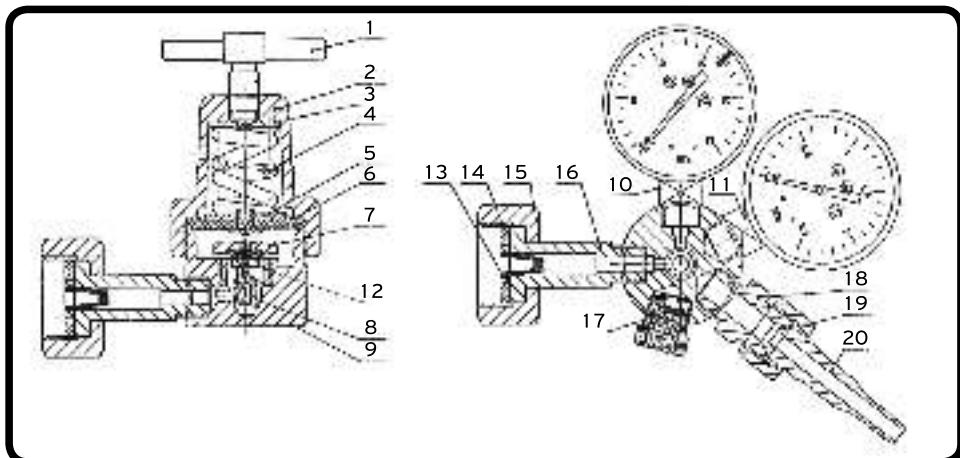

Рис. 1. Редуктор баллонный одноступенчатый КЕДР БКО-50:
- 4.1 Устройство редукторов КЕДР и способ присоединения их к источнику питания газом показаны рис. 1. Понижение давления газа в редукторе происходит путем одноступенчатого расширения его при прохождении через зазор между седлом, выполненным в корпусе и редуцирующим клапаном камере рабочего (низкого) давления. Газ, пройдя фильтр, через входной штуцер, попадает в камеру высокого давления. При вращении регулирующего винта по часовой стрелке, усилие нажимной пружины передается через мембрану и толкатель на редуцирующий клапан. Последний, перемещаясь, открывает проход газу через образовавшийся зазор между клапаном и седлом, в камеру рабочего (низкого) давления. Редуктор КЕДР БПО-5 комплектуется одним манометром, контролирующим рабочее (низкое) давление.